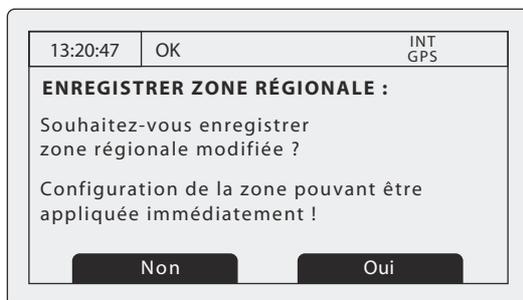

Figure 52 Écran de confirmation des paramètres des zones régionales
7. On vous demandera de confirmer l'enregistrement des paramètres de zone régionale avec l'écran illustré dans Figure 52